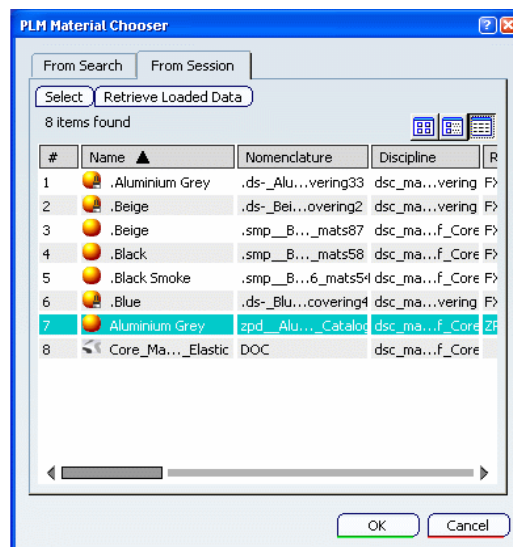

Ilustración 303: Selección de material.
4. Se pulsa sobre el botón  y aparecerá una pantalla de elección (ver Ilustración 303) de material con dos pestañas: